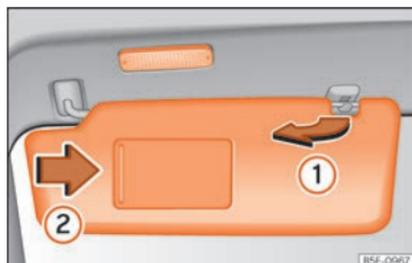

Fig. 146 Pare-soleil.
- Le pare-soleil peut être retiré du support et rabattu contre la porte »» fig. 146 ①.
Un miroir de courtoisie, couvert par un volet, se trouve dans le pare-soleil rabattu. Lorsque l'on fait coulisser le volet »» fig. 146 ② une lumière s'active.